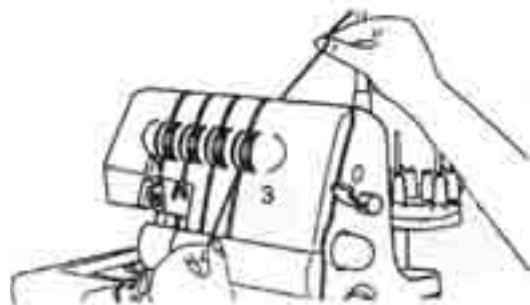

Fig.21
3. Segure a linha com os dedos, passe-a ao longo dos discos do selector da tensão da linha **17** e puxe-a para baixo **3** (fig. 21).